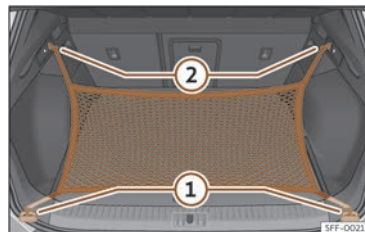

Fig. 183 Al maleter: argolles ① i ganxos ② per enganxar la bossa de xarxa.
- Fixeu els ganxos curts de la bossa de xarxa a les argolles d'amarratge >>> **fig. 183** ① >>> ⚠. La cremallera de la bossa ha de quedar cap amunt.
- Fixeu les cintes als ganxos per penjar bosses ②.